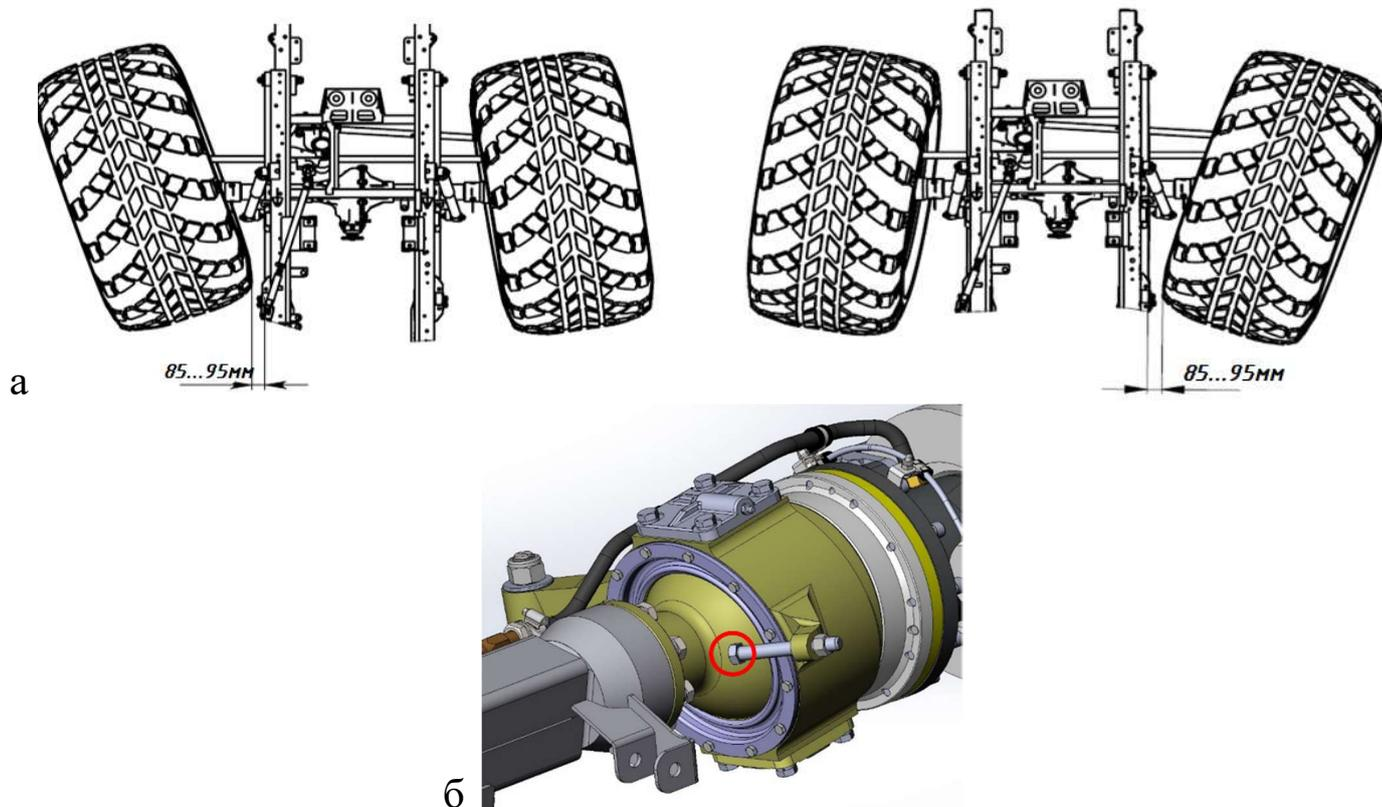

Рис. 6.20. Регулировка углов поворота колес.
8. Произвести регулировку углов поворота колес переднего моста влево и вправо путем закручивания или выкручивания упорных болтов на поворотных кулаках (Рис. 6.20 б), обеспечив расстояние 85 – 95 мм от шины внутреннего к повороту переднего колеса до внешней стороны коренного листа рессоры при вывернутых до упора колесах (Рис. 6.20 а).
12. Установить колеса ВТС на твердую горизонтальную поверхность и запустить двигатель. Упоры отрегулированы правильно если не происходит перекоса моста при повороте рулевого колеса от «упора» до «упора». При этом упорные болты 1 (рис. 6.20 б) **должны не доходить** до балки моста 0,5...1 мм.
13. При увеличенном зазоре от упорного болта 1 (рисунок 6.20 б) до балки (более 0,5...1 мм) (колеса ВТС стоят на твердой опорной поверхности, двигатель запущен) выполнить дополнительную регулировку упоров:
б) Поворачиваем руль до упора вправо. Вращаем упор ограничительного винта 1 против часовой стрелки, контролируя при этом расстояние между упорным болтом и упором (рисунок 6.20 б). Расстояние должно быть не более 0,5...1 мм.
в) Поворачиваем руль до упора влево. Вращаем упор ограничительного винта 2 против часовой стрелки, контролируя при этом расстояние между упорным болтом и упором (рисунок 6.20 б). Расстояние должно быть не более 0,5...1 мм..